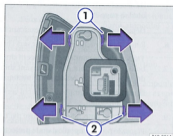

Fig. 174 Bloc de feux arrière : dépose du porte-ampoules
7. Poussez les languettes de verrouillage ⇒ page 284, fig. 174 ① et ② dans le sens de la flèche.